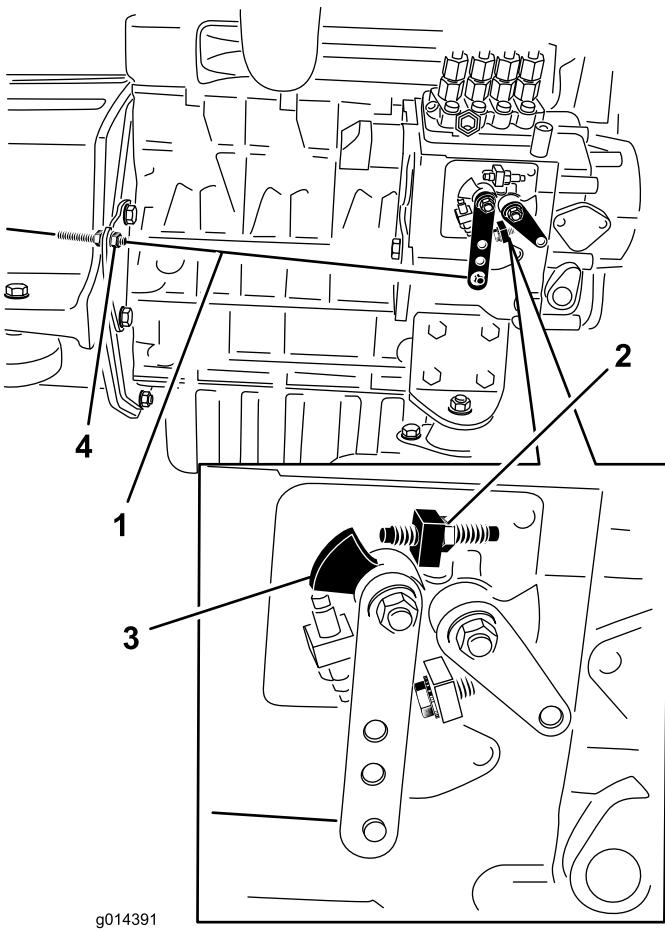

Figura 28
2. Compruebe la posición de la palanca de control de velocidad de la bomba de inyección de combustible del motor. La palanca de control de velocidad debe estar en contacto con el tornillo de alta velocidad cuando la palanca de control del acelerador está en la posición de Rápido (Figura 28).
3. Si es necesario, la posición de las contratuerzas del cable de control del acelerador puede ajustarse hasta que la palanca de control de velocidad entre en contacto con el tornillo de alta velocidad cuando la palanca de control del acelerador está en la posición de Rápido (Figura 28).